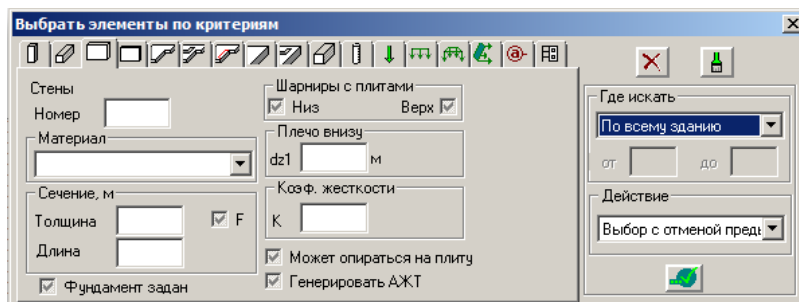

Рис.10.2.3. Окно диалога **Выбрать элементы по критериям** (закладка **Стены**)
- щелкните на закладке **Стены**  (рис. 10.2.3);